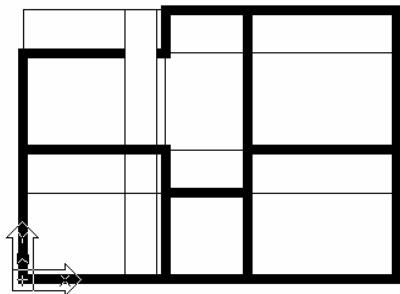

图 7-108
(7)单击按钮,将第二条向左偏移250和1150,得到两条辅助线,单击按钮,在绘图区中选择辅助线作为修剪的边界,再选择两线间的多义线,将其进行修剪。如图7-108所示: